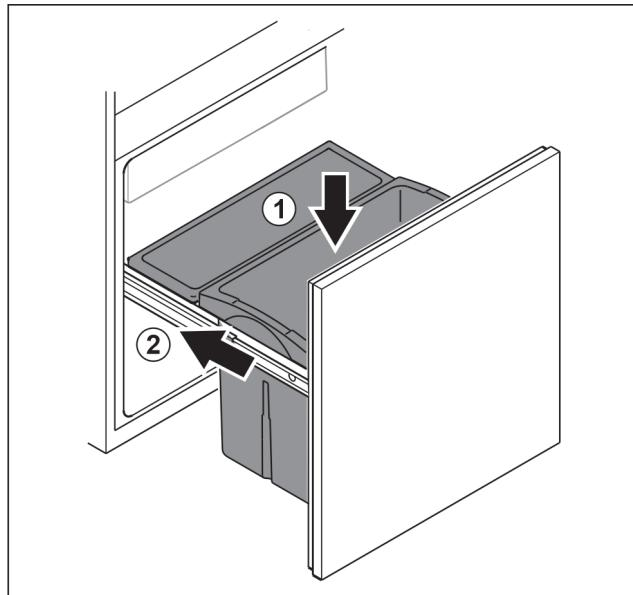

Fig. 98
- Predal vstavite od zgoraj. Fig. 98 (1)
- Vstavite izvlečni voziček. Fig. 98 (2)